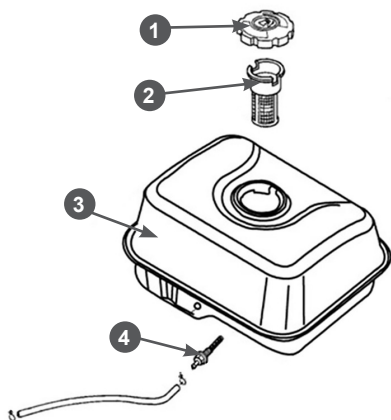

Рис. 29 Топливный бак и топливные фильтры
В топливном баке установлены два сетчатых топливных фильтра. Один фильтр устанавливается в заливной горловине топливного бака. Второй фильтр конструктивно объединен со штуцером топливного бака и установлен внутри бака (Рис. 29).
полностью выработать топливо. Одновременно с очисткой топливного бака необходимо проверить и очищать фильтр 4, установленный внутри бака (Рис. 29). Поврежденный или сильно загрязненный фильтр необходимо заменить.
3. Выкрутите из топливного бака выходной штуцер 4 и произведите его очистку (Рис. 29). Внимательно осмотрите сетчатый фильтр. При обнаружении механических повреждений замените штуцер топливного бака.